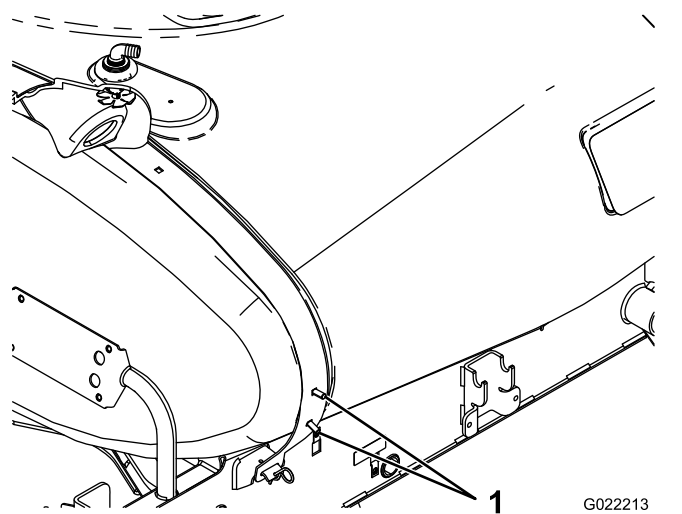

图 7
2. 将 2 个托架螺栓安装到药缸后箍带右侧的下部内侧孔中图 7。